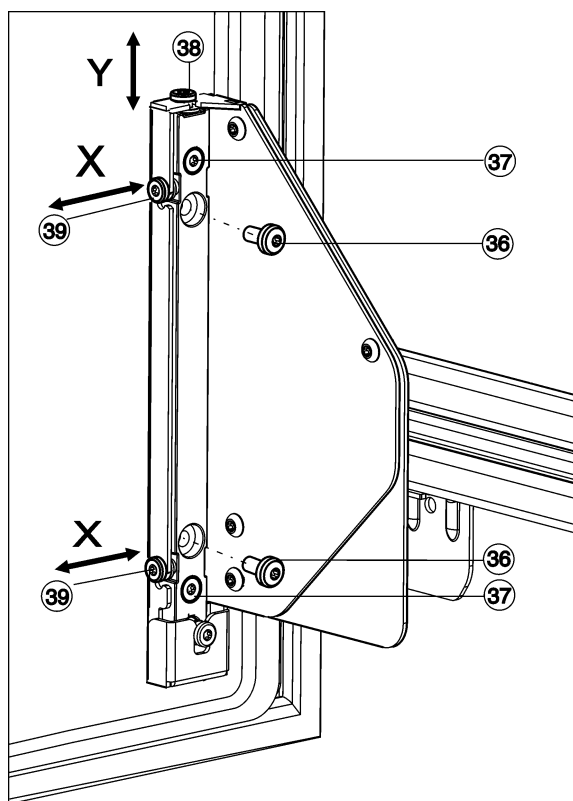

Fig. 27
- ▶ Tekerje ki teljesen a csavarokat Fig. 27 (36).
- ▷ Kezelje a csavarokat Fig. 27 (36) hulladékként, a továbbiakban nincs rájuk szükség.
- ▶ A csavarokat Fig. 27 (37) csak 1-2 fordulattal lazítsa meg.
- ▶ Tekerje el a (38) szabályozócsavart. Az óramutató járásával megegyező irányba: az ajtó legfeljebb 4 millimétert mozdul felfelé. Az óramutató járásával ellenkező irányba: az ajtó legfeljebb 2 millimétert mozdul lefelé.
- ▶ Húzza meg újra szorosan az összes csavart Fig. 27 (37).
- ▶ Tekerje ki teljesen a csavarokat Fig. 27 (36), amennyiben még nem tette meg.
- ▶ Állítsa be a szabályozócsavarokkal Fig. 27 (39) a kívánt oldalhelyzetet.
- ▶ Húzza meg újra szorosra az oldalsó állítócsavarokat Fig. 27 (37).